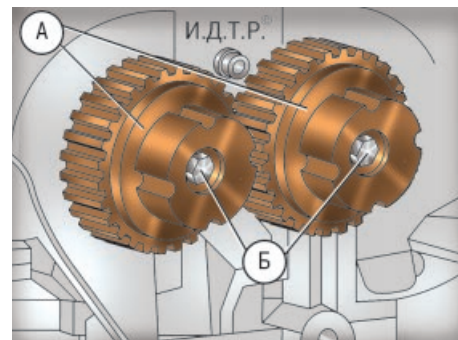

Рис. 5.32. Крепление механизмов системы изменения фаз газораспределения (VCT): А – механизмы VCT; Б – болты
5. Удерживая распределительные валы от проворачивания ключом за шестигранные секции на валах, выверните болты Б (рис. 5.32) крепления механизмов VCT (поз. А) и снимите механизмы VCT с распределительных валов.